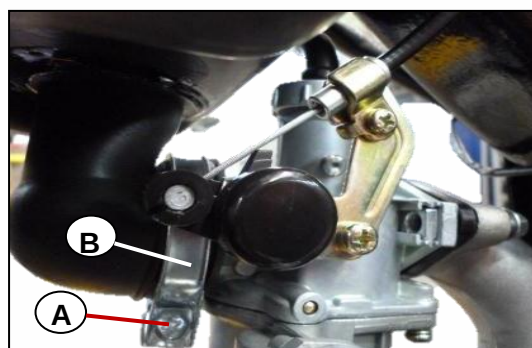

Fig. 8.5
- Remueva el tornillo [A] de la abrazadera del carburador. Fig. 8.5